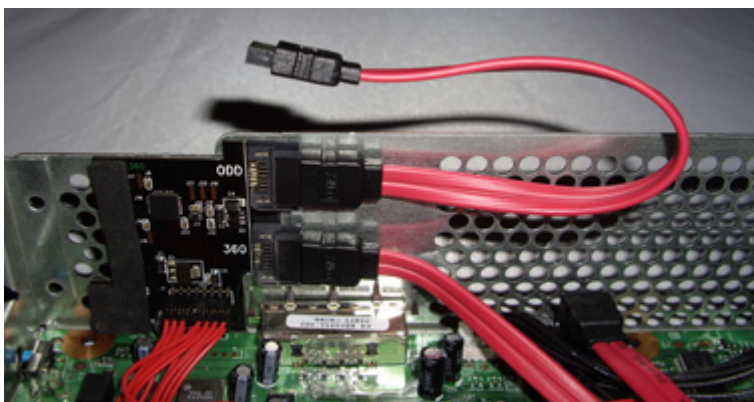

Imagen 4D
13. Cogemos el otro cable SATA rojo incluido en la caja del Blaster 360 y lo conectamos en el Puerto del DSE llamado "ODD" (imagen 4D).